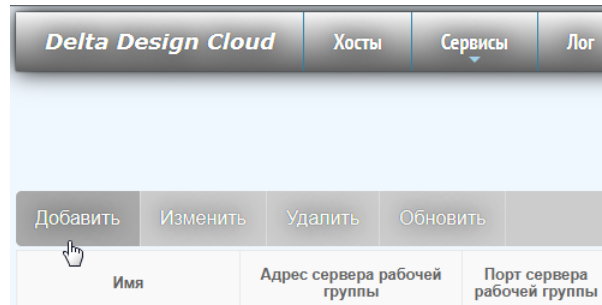

Рис. 15 Добавление пользователя из панели администратора в пространство (Work Group)
1. Находясь в панели администратора в разделе Сервисы/Администратор сети, в таблице пользователей выберите функцию «Добавить», Рис. 15.